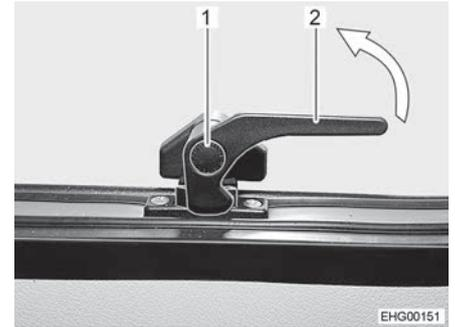

Bild 30 Verriegelungshebel, unten (Stellung "geschlossen")
- Sicherungsknopf (Bild 30,1) am unteren Verriegelungshebel (Bild 30,2) drücken und gedrückt halten.
- Unteren Verriegelungshebel (Bild 30,2) eine viertel Umdrehung zur Fenstermitte drehen.